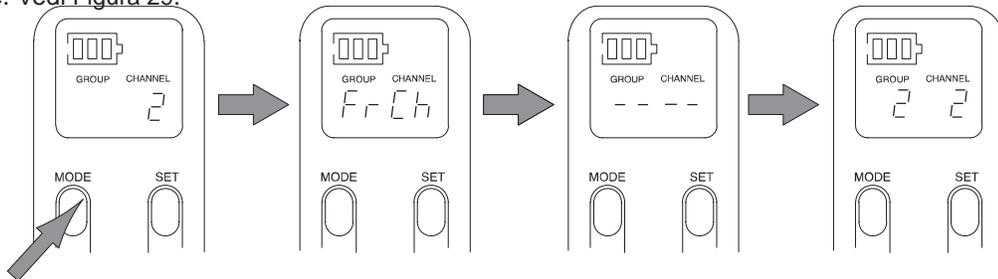

FIGURA 29
6. Premete di nuovo il pulsante MODE per selezionare il nuovo canale. Sul display appare brevemente la dicitura "FrCh" che indica che la frequenza è stata modificata. Quindi appaiono le impostazioni nuove di gruppo e canale. Vedi Figura 29.